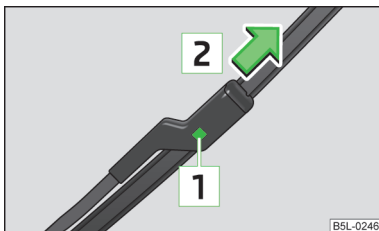

Fig. 49
- Apăsăți siguranța  » fig. 49 și extrageți lamela ștergătorului de lunetă în sensul săgeții .